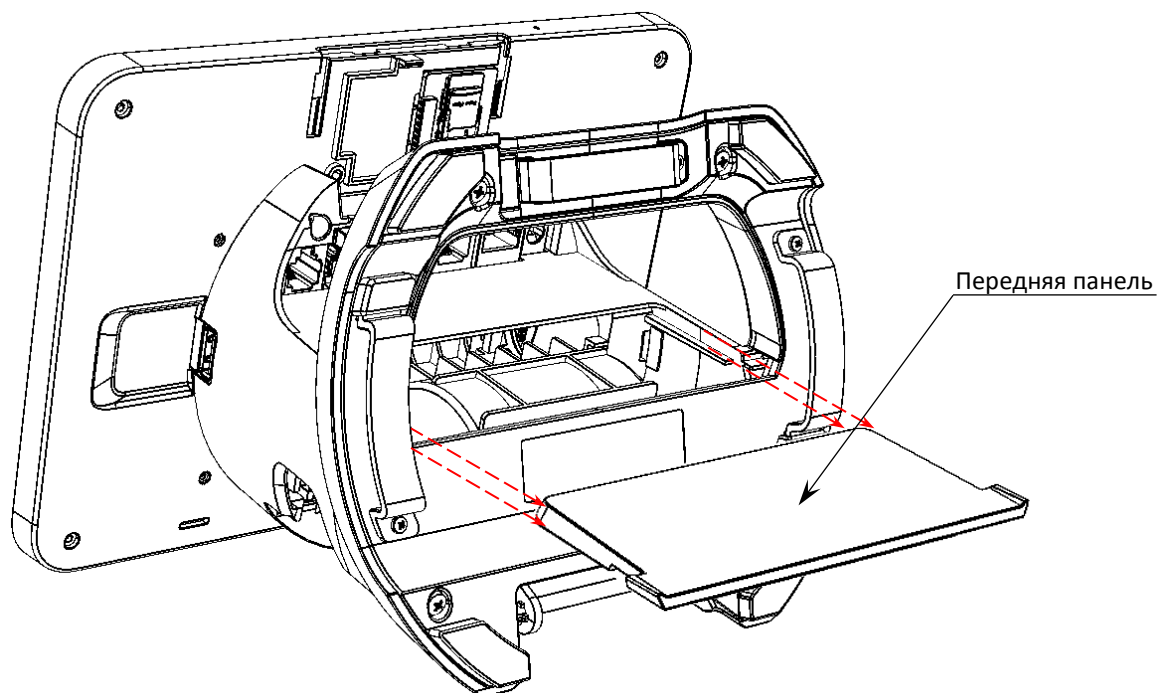

Рисунок 16. Извлечение планки из передней части стойки
22. Установить переднюю панель в проем (см. рисунок 16).